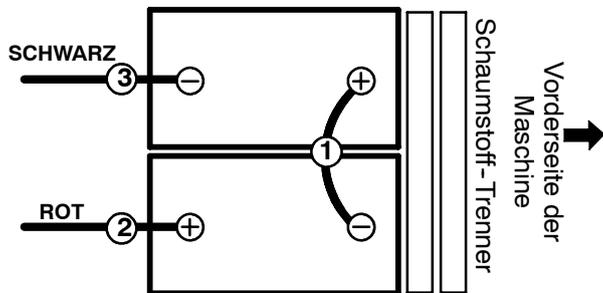

ABB. 2
3. Stellen Sie die Batterien vorsichtig in das Batteriegehäuse und ordnen Sie die Batteriepole, wie angegeben, an (Abbildung 2). Bringen Sie die zwei Schaumstoff-Trenner, wie angegeben, vor den Batterien an.
4. Verbinden Sie die Kabel in der angegebenen Reihenfolge mit den Batteriepolen (Abbildung 2), ROT AN DEN PLUSPOL (+) UND SCHWARZ AN DEN MINUSPOL(-).